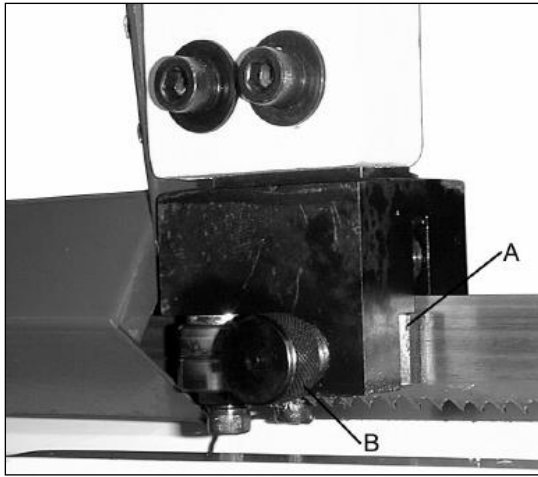

Рис.8
Ослабьте твердосплавные вставки (A, Рис. 8), ослабив винты (B). Отодвиньте вставки от полотна.
Отрегулируйте твердосплавные вставки (А, Рис. 8) так, чтобы они немного касались полотна.